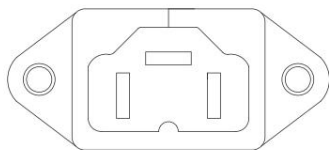

Рисунок 4-16
3. Разъём для зарядного устройства (см. рис. 4-16). Для зарядки вставьте разъём зарядного устройства в разъём для зарядки аккумулятора. Процедура зарядки: